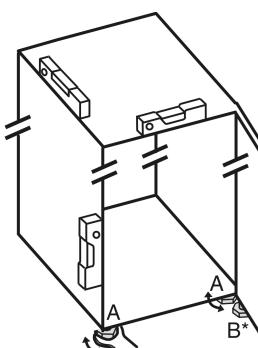

Fig. 5
- Seřizovací nožky Fig. 5 (A) vyšroubujte pomocí přiloženého vidlicového klíče a pomocí vodováhy, dokud nebude spotřebič pevně vyrovnaný.
► Seřizovací nožku Fig. 5 (B) na stojanu ložiska vytáčejte pomocí přiloženého vidlicového klíče, až dosedne na zem.
► Seřizovací nožku Fig. 5 (B) otáčejte dál o 90°.